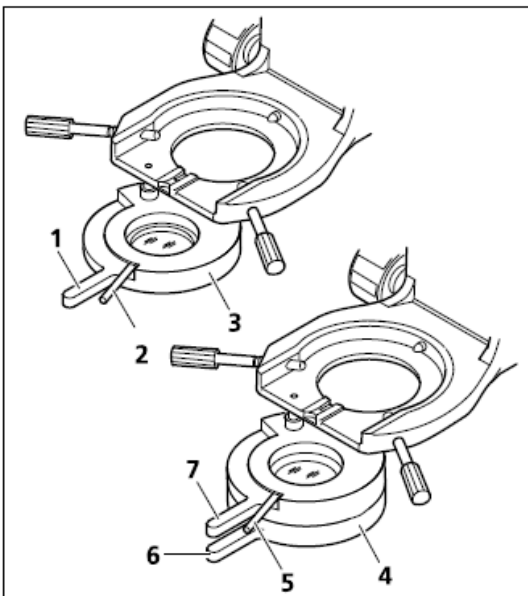

图. 2-22 起偏器
### 摆入试起偏器, 90°旋转(图 2-22/3)
- 起偏器可以通过杆(图 2-22/1)摆入/出光路
- 起偏器通过操纵杆(图 2-22/2)调节角度
### 带可旋转 Lambda 板,起偏器 (图 2-22/4)
- 起偏器可以通过杆(图 2-22/6)摆入/出光路
- Lambda 板可以通过杆(图 2-22/7)摆入/出光路
- 通过操纵杆(图 2-22/5)调节 Lambda 的角度